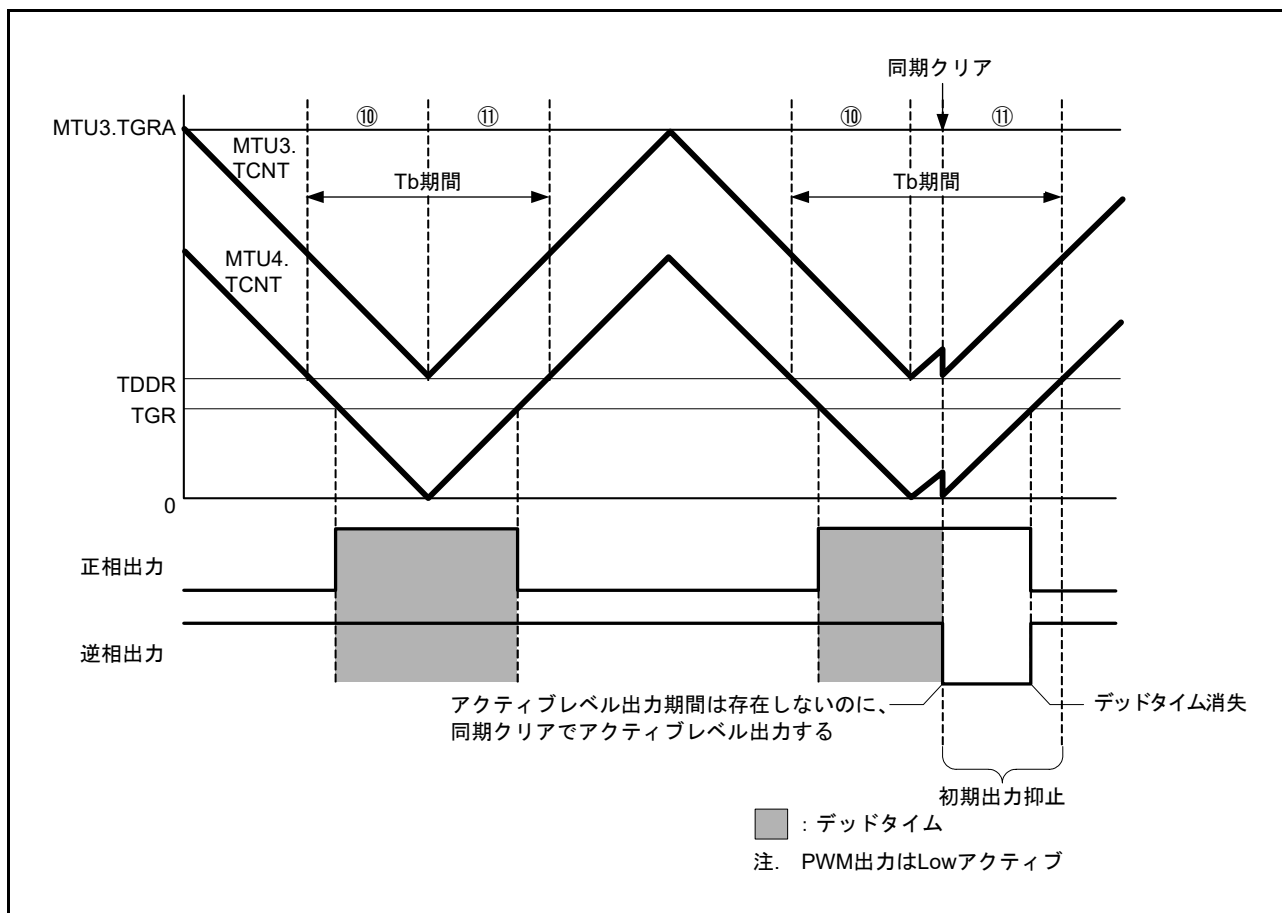

図 24.150 同期クリア例 (条件2の場合)
条件 2 初期出力の抑止期間⑩、⑪にて、 $MTU3.TGRB (MTU6.TGRB) \leq TDDRA (TDDRB)$ 、 $MTU4.TGRA (MTU7.TGRA) \leq TDDRA (TDDRB)$ 、 $MTU4.TGRB (MTU7.TGRB) \leq TDDRA (TDDRB)$  のいずれかが成立する状態で、同期クリアする (図 24.150 参照)